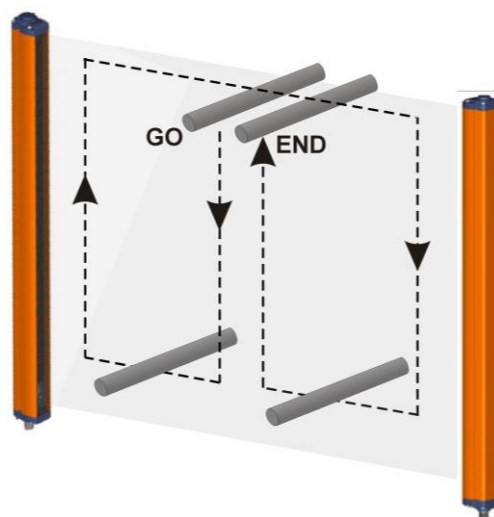

Abb.16
- die ESPE im blockierten Zustand (➤) verweilt, wenn die Strahlen entlang des Schutzfeldbereichs mit einem angemessenen Teststab (Test Piece) und gemäß des auf Abb. 16 dargestellten Schemas unterbrochen werden.